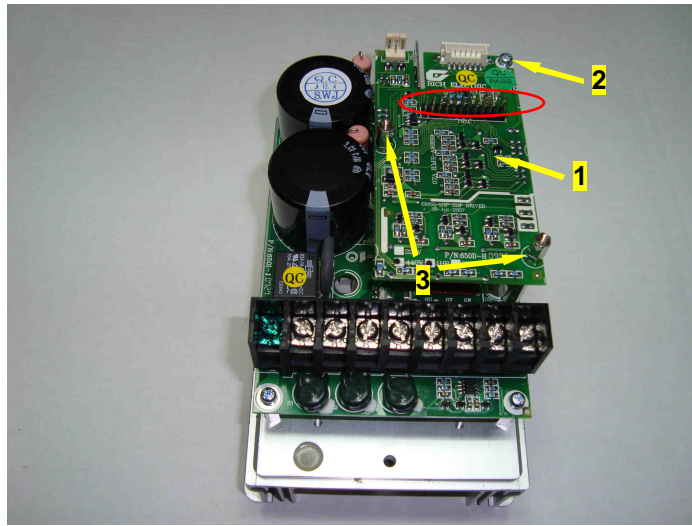
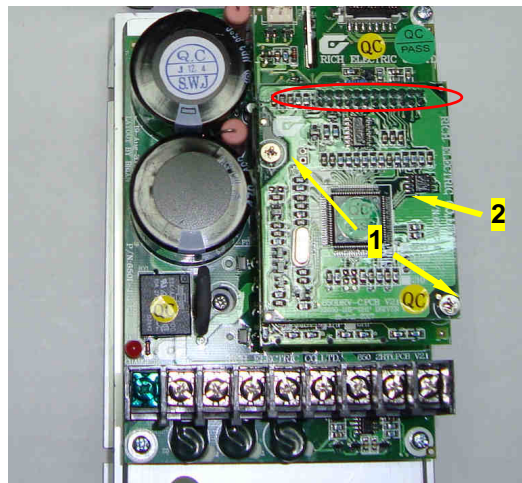

Рис. 7.5
Рис. 7.6
7.3.3. Вкрутить в отверстия платы 1 винт 2 и стойки 3 (рис. 7.5).
7.4.1. Установить плату драйверов ЦП на плату драйверов (рис. 7.6) таким образом, чтобы разъемы на обратной стороне платы драйверов ЦП (рис. 7.6, обведен красным) и платы драйверов (рис. 7.5, обведен красным) совпали.
7.4.2. Закрутить винты 1 в отверстия на плате драйверов (рис. 7.6).